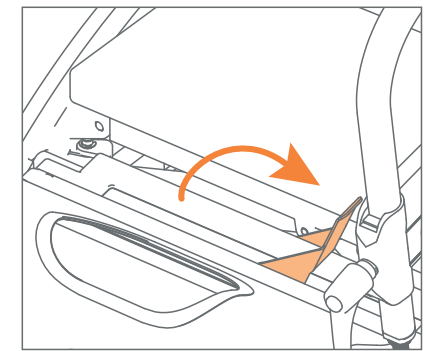

Figura 49: Desbloquear el paquete silla de ruedas.
- Levante la palanca roja sin usar la fuerza. Esto mueve los pasadores de cierre hacia adentro. Esto es desbloquear **(Figura 49)**.